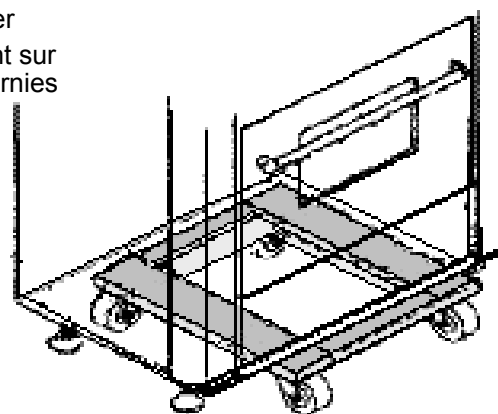

FIGURE 6: Positionnement de la Plate-forme À Roulettes
- En raison du poids de la cuisinière, il vaut mieux la déplacer à l'aide d'une plate-forme à roulettes souples ou d'un appareil de levage. Le poids doit être uniformément réparti sur la plate-forme (voir *Figure 6*).